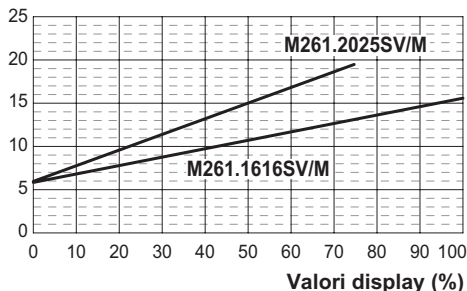
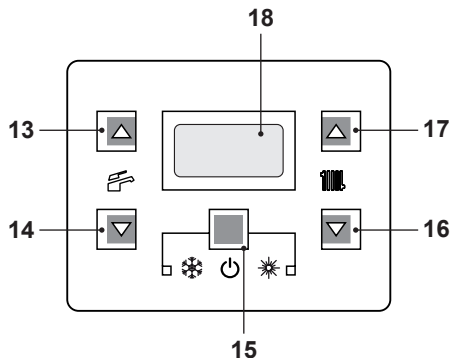
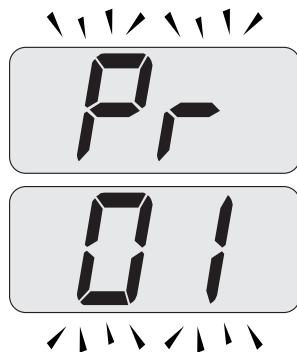
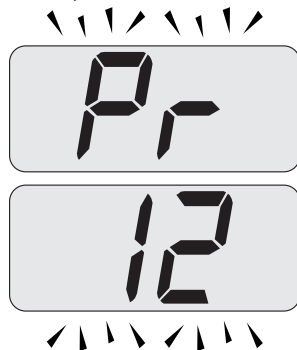

Figura 7.9
Figura 7.13
Figura 7.14
Figura 7.15
Il grafico in Figura 7.9 rappresenta come varia la potenza utile della caldaia in riscaldamento al variare del valore impostato nella scheda comando.
- Entrare in "modalità programmazione" premendo contemporaneamente per 10 secondi i tasti 15 - 16 - 17 (Figura 7.13) fino a far apparire sul display LCD le lettere **Pr** che si alternano con il codice **01**, indicanti l'entrata nel "parametro 01" (Figura 7.14).
- Scorrere i vari parametri utilizzando i tasti 16 o 17 fino a far apparire sul display LCD le lettere **Pr** che si alternano con il codice **12**, indicanti l'entrata nel "parametro 12" (Figura 7.15).
- Premere contemporaneamente i tasti 15 e 17 (Figura 7.13) fino a far apparire sul display LCD il valore del parametro 12 (Figura 7.16) (100=**M261.1616SV/M** o 74=**M261.2025SV/M**).
- Utilizzando i tasti 16 o 17 (Figura 7.13) è possibile modificare il valore del parametro 12 (riferirsi al grafico Figura 7.9 per determinare il valore corretto in funzione della potenza utile di riscaldamento).
- Premendo il tasto 15 (Figura 7.13) si ottiene la conferma del valore inserito.
- Premendo contemporaneamente i tasti 15 e 16 (Figura 7.13) si esce senza modificare il valore (ritorno alla lista parametri Figura 7.15)
- Premendo contemporaneamente per 10 secondi i tasti 15 - 16 - 17 (Figura 7.13) si esce dalla "modalità programmazione".